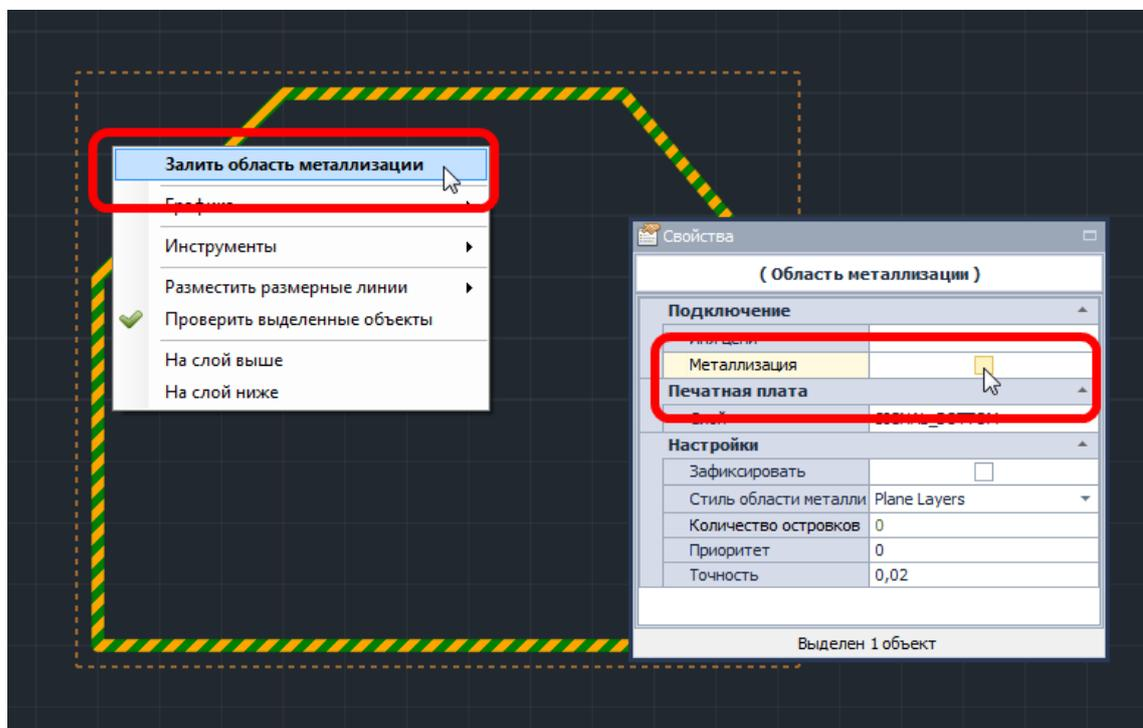

Рис. 131. Заполнение области металлизации
2. Вызвать контекстное меню и воспользоваться пунктом «Залить область металлизации», либо, воспользовавшись панелью «Свойства» установить флаг в пункте «Металлизация» см. Рис. 131.